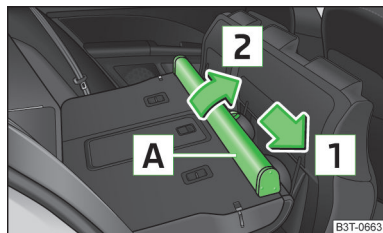

Fig. 103
- Desplazar la caja **[A]** en el sentido de la flecha **[1]** y sacarla de los alojamientos en los asientos posteriores en el sentido de la flecha **[2]** » fig. 103.
- Introducir las entalladuras de la caja **[A]** » fig. 103 en los alojamientos de los respaldos de los asientos traseros.